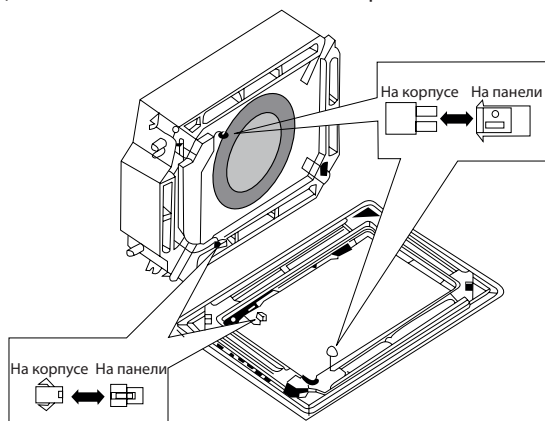

Рис. 30
4. Подключите двигатель жалюзи, как показано на рис. 30.